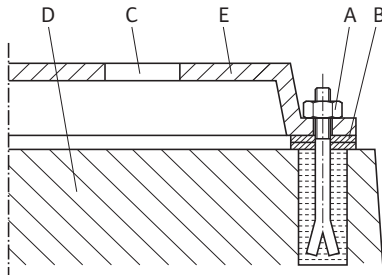

Fig. 43: Exemple de raccord fileté de fondation
**Exemple pour un raccord fileté de fondation (Fig. 43) :**
- Toujours placer des cales (B) à gauche et à droite à proximité immédiate du matériel de fixation (p. ex. boulons de scellement (A)) entre le socle (E) et la fondation (D).